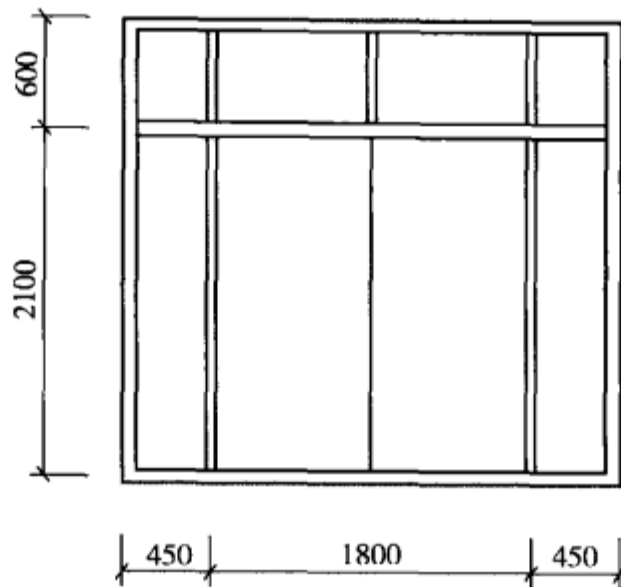

图4-40 双扇全玻璃地弹门
**【例40】** 如图4-40所示,双扇全玻璃地弹门,洞口尺寸为 $2.7 \times 2.7\text{m}^2 = 7.29\text{m}^2$ ,含樘量 $(100/7.29)/100 = 13.717$  樘/ $100\text{m}^2$ ,求其工程量(门框厚 $0.089\text{m}$ )。